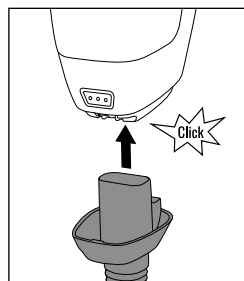

Fig. 8
- ◆ Inserire l'adattatore per flessibile di aspirazione **24** nel blocco motore **8** finché non s'innesca in modo udibile (vedere fig. 8).